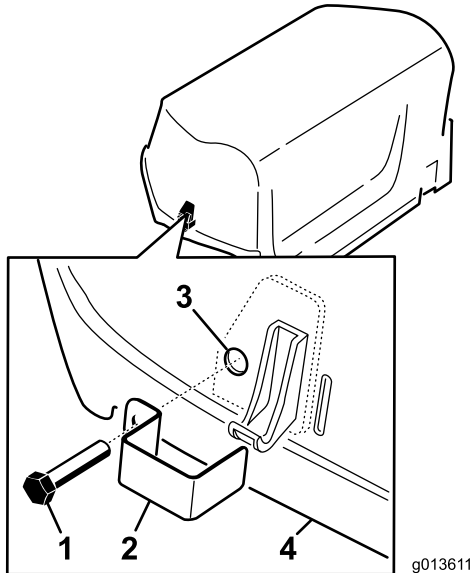

图 5
1. 用带头螺栓（共 2 个）将门锁盖安装到左、右机罩门锁上（图 5）。
2. 用钳子或可调扳手，将内锁定垫圈拧到各个螺栓（1~2 个螺纹）以固定螺栓（图 5）。